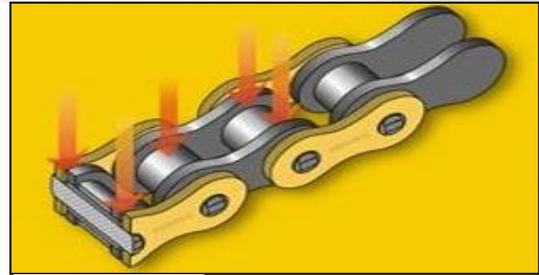

Fig. 6.4
- 2) Lubricar en las zonas adecuadas (internamente). **Fig. 6.4**